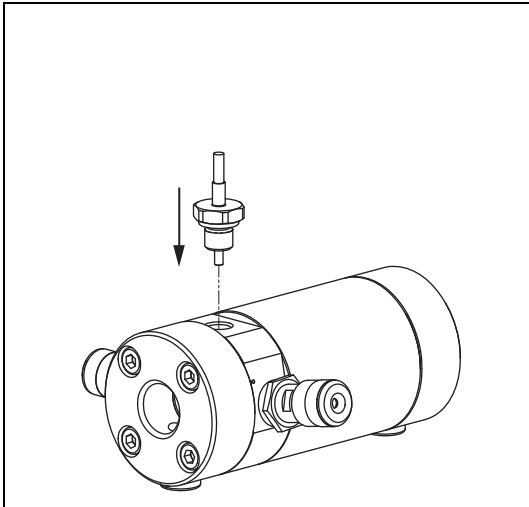
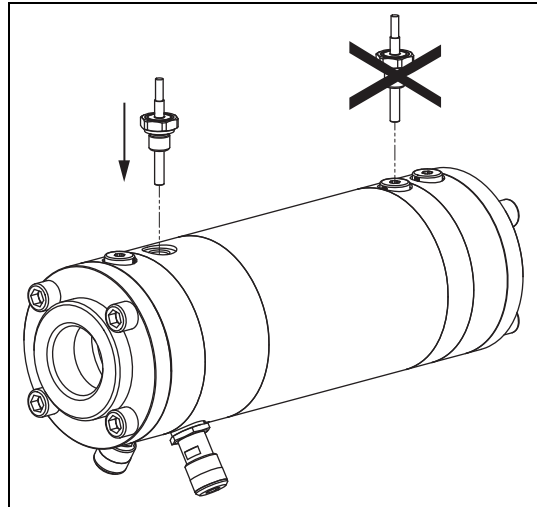

Fig. 7 Lugar de montaje de EET (p. ej. OMC 20)
Fig. 8 Lugar de montaje de EET (p.ej. OMC 52)
- Seleccione el lugar de montaje correcto, véase Fig. 7, página 15 y véase Fig. 8, página 15.